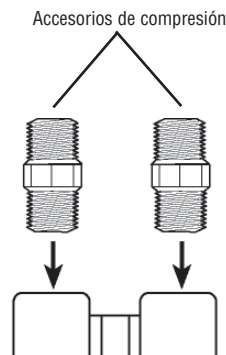

Figura 4
4. Atornille un accesorio en la salida del filtro y el otro en la entrada (ambos están rotulados en el ensamblaje de la cabeza). Ajuste ambos accesorios con una llave. **No los ajuste demasiado. Ajustarlos demasiado puede hacer que el cartucho se agriete y así ocasionar una filtración de líquido.** (Figura 4)